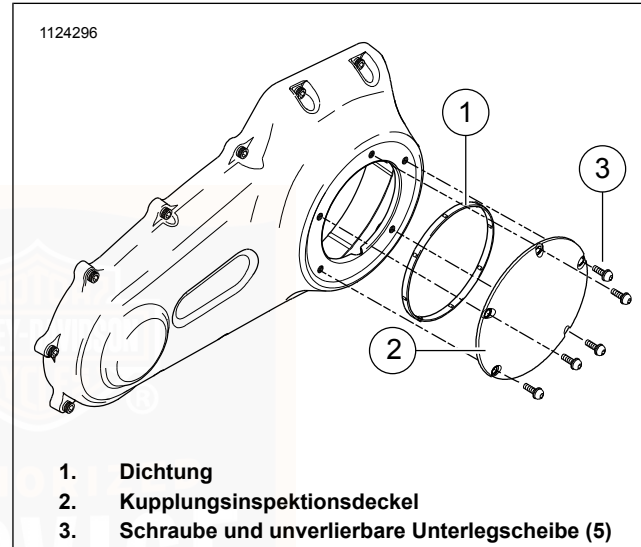
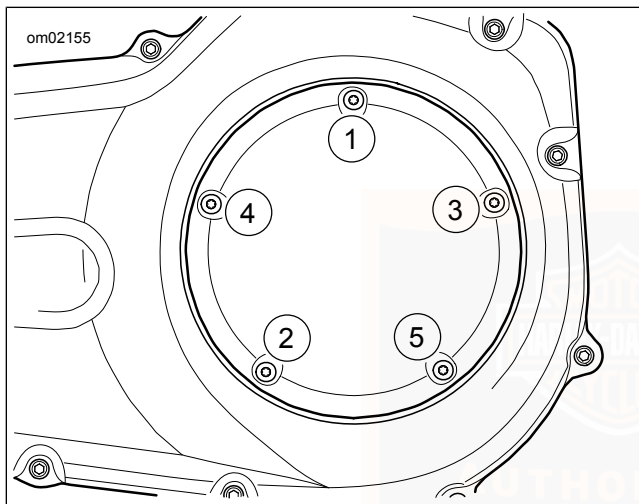

Abbildung 71. Kupplungsdeckel (Typisch)
Abbildung 72. Anzugsreihenfolge für Kupplungsdeckel
6. Siehe Abbildung 71 . Schrauben (3) und Kupplungsinspektionsdeckel (2) entfernen.
7. Dichtung (1) entfernen. Das Öl von der Nut im Kettengehäusedeckel und der Befestigungsfläche abwischen.
- b. Siehe Abbildung 71 . Die **neue** Dichtung (1) in die Nut des Kupplungsinspektionsdeckels (2) einsetzen. Jede Noppe auf der Dichtung in die Nut drücken.
- c. Den Kupplungsinspektionsdeckel (2) mit Schrauben und unverlierbaren Unterlegscheiben (3) sicher befestigen.
- d. Siehe Abbildung 72 . Auf folgendes Drehmoment anziehen: 9,5–12,2 N·m (84–108 **in-lbs**).